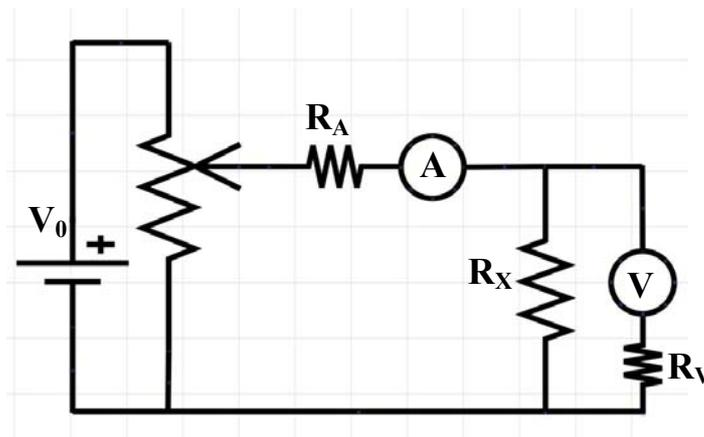
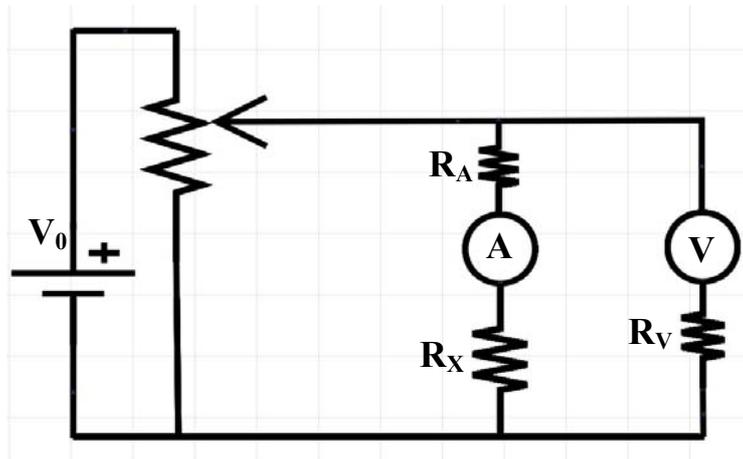

Fig. 3. Circuito con amperometro a monte del voltmetro
Fig. 4 Circuito con amperometro a valle del voltmetro
Per la misura di una resistenza R_X , usando un voltmetro ed un amperometro, si possono costruire due circuiti, con l'amperometro a monte (fig. 3) o a valle (fig. 4) del voltmetro. In entrambi i casi gli strumenti perturbano la misura introducendo un errore sistematico. Se le resistenze degli strumenti fossero trascurabili (nulla quella dell'amperometro e infinita quella del voltmetro), si avrebbe semplicemente che la resistenza misurata $R_M = V/I_A$ coincide con quella incognita R_X .
Nel circuito di fig. 3 la tensione misurata dal voltmetro coincide con la differenza di potenziale ai
Nel circuito di fig. 4 invece la corrente misurata dall'amperometro è quella che circola nella resistenza R_X ma la differenza di potenziale misurata dal voltmetro include anche la caduta di tensione ai capi dell'amperometro: $V = I_A (R_X + R_A)$. La resistenza misurata sarà:
- Nel caso $R_X < \sqrt{R_A R_V}$ (resistenza incognita piccola) si sceglierà il circuito di fig. 3 (amperometro a monte del voltmetro).
- Se invece $R_X > \sqrt{R_A R_V}$ (resistenza incognita grande) si dovrà scegliere il circuito di fig. 4 (amperometro a valle del voltmetro).